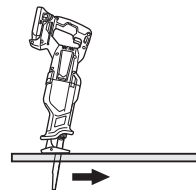

Fig. 24
- (3) Sujete el cuerpo firmemente hasta que la hoja de sierra penetre completamente dentro del material (Fig. 24)